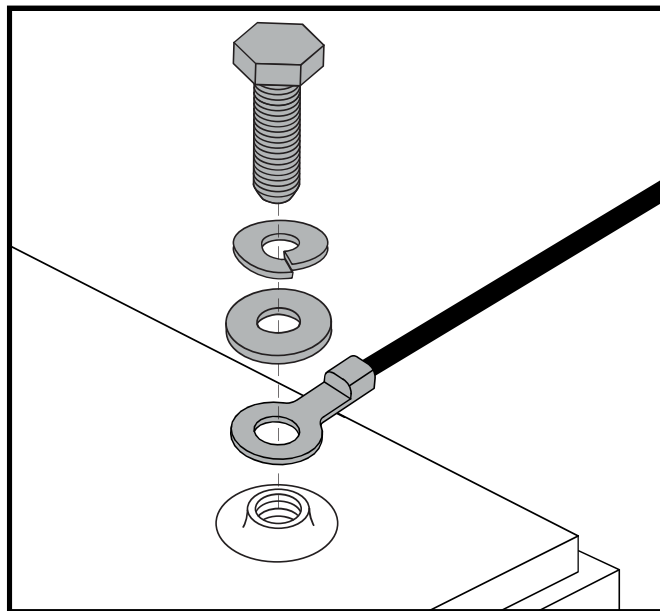

Figuur 16. Verwijdering/installatie van de accu, polen en aansluitingen
2. Maak de bevestiging van de accu's los. **Zie figuur 16.**
3. Maak de bedrading die van voor naar achter loopt los. Ontkoppel beide accukabels door iedere kabel uit de bijbehorende poort te trekken. **Zie figuur 16.**
6. Plaats een nieuwe accu in elke accu compartiment. Bij modellen 710LX en 710LXW moet u de batterijpolen van elke batterij naar achteren gericht houden. Voor alle andere modellen moet u de batterijpolen van elke batterij tegenover elkaar en in de richting van de buitenkant van de scooter plaatsen. **Zie figuur 16.**